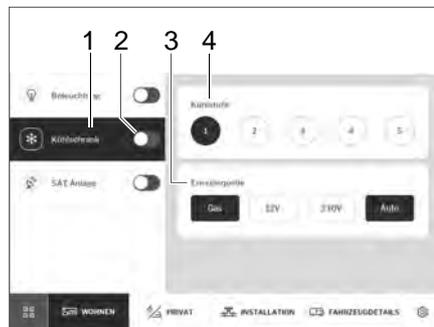

Bild 259 Kühlschrank
- Mit Schiebeschalter (Bild 259,2) Kühlschrank ein- oder ausschalten.
- Auf Schaltfläche *Kühlschrank* (Bild 259,1) tippen. Im Bedienfeld können die Kühlstufe (Bild 259,4) und die Energiequelle (Bild 259,3) eingestellt werden.